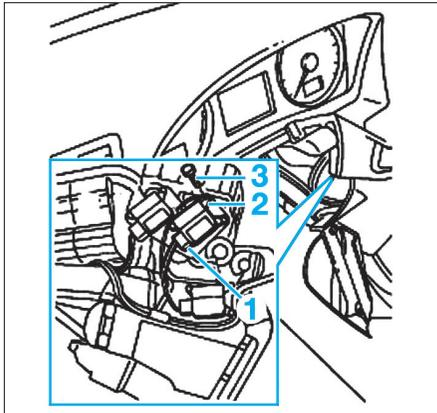

Fig. 33
- Débrancher le connecteur électrique (1) (Fig.33).
- Déposer les vis de fixation du moteur (2).
- Déposer le servomoteur de répartition d'air frontal et de plancher (3).